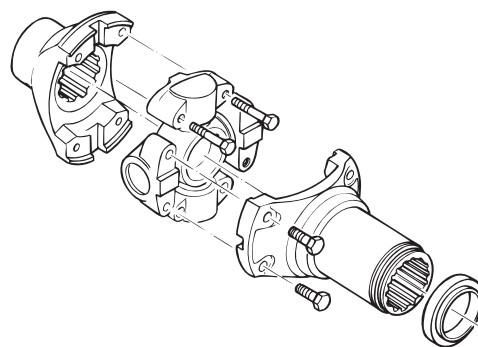

Figura 6.1
2. Afloje y retire los cuatro tornillos que unen la junta universal en cruz con el yugo deslizante. Figura 6.1.
3. Instale los cuatro tornillos y arandelas de seguridad que fijan la cruz de la junta universal con el yugo final. Figura 6.1.